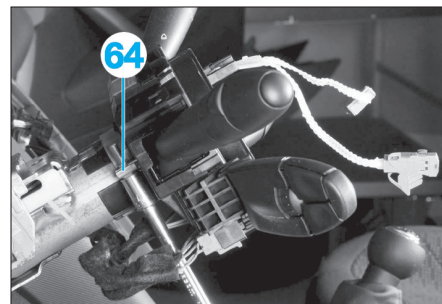

Fig. 36
- Desserrer la vis (64) du collier (Fig.36).